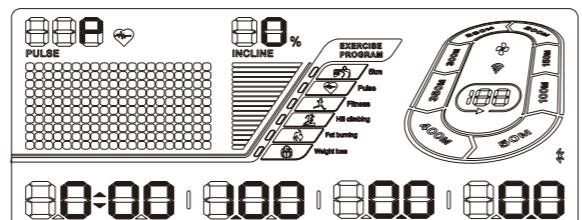

图23
1. 在跑步机处于待机状态下,长按面板上的Training Prog键,再按一次,此时屏幕上的距离窗口闪烁,默认的距离为1.00公里,请按SPEED(速度)的+(增加)/-(减少)键调整您的理想训练距离。(图23所示)。